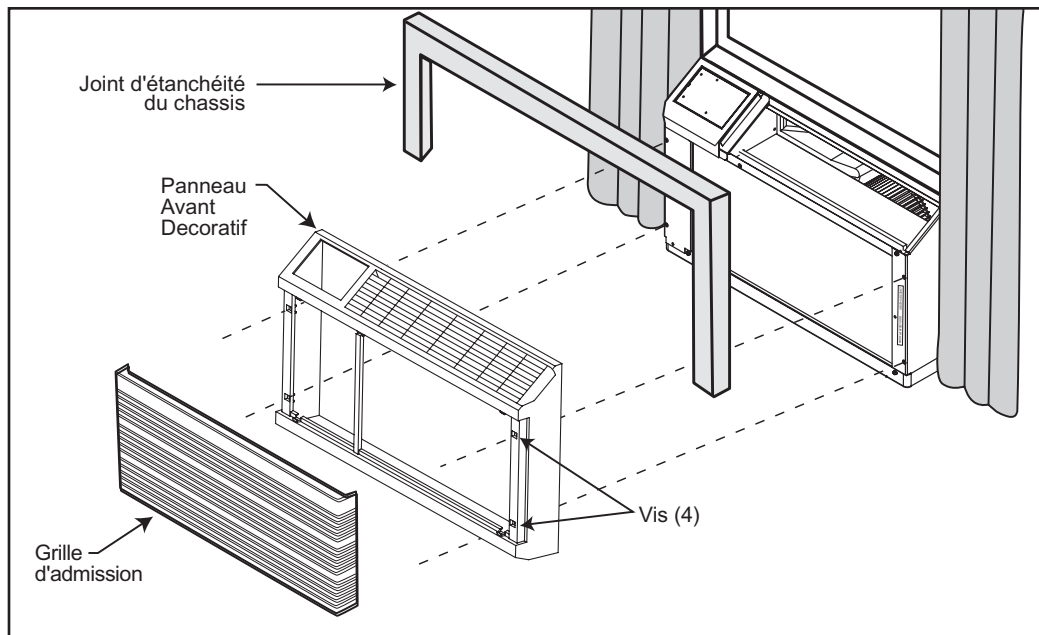

Figure 11
**ÉTAPE 6** Prendre fermement la grille d'admission du panneau avant décoratif aux coins supérieurs gauche et droit et tirer pour la sortir du bâti du panneau avant décoratif. Tirer jusqu'à ce que la grille sorte des agrafes de retenue supérieures. Faire basculer vers soi, la soulever et la sortir des agrafes de retenue inférieures. Mettre le bâti du panneau avant décoratif en place sur l'ouverture du coffret et l'installer sur le châssis avec quatre vis à tête, comme montré sur la Figure 11. Pour remettre la grille d'admission en place, mettre le bas de la grille dans les agrafes de retenue inférieures. Faire basculer le panneau avant vers le haut et vers l'appareil. Appuyer doucement en haut et la grille se met en position automatiquement dans les agrafes de retenue supérieures.